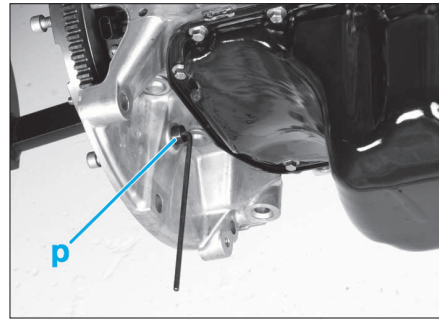

FIG. 9
- Positionner dans le trou situé sur le carter de palier de vilebrequin (p), la pige de calage de vilebrequin [3] (Fig.9).